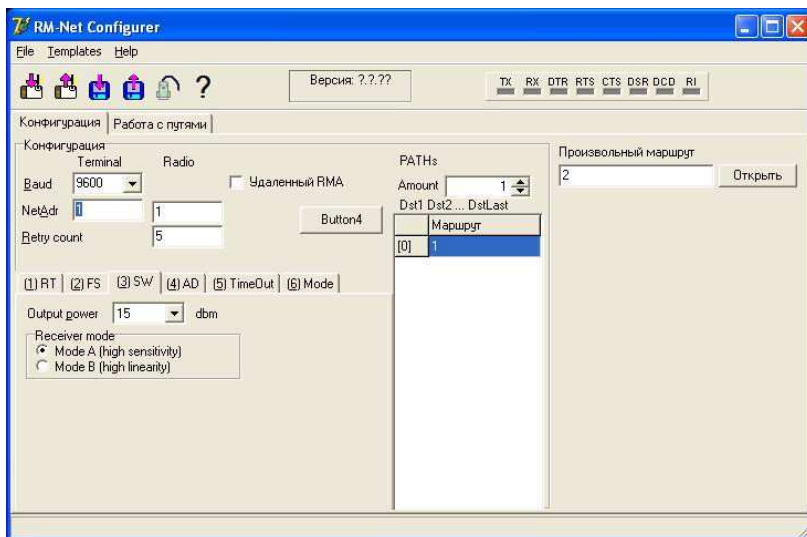

Рис. 2.3. Вкладка SW
Мощность и чувствительность устанавливаются во вкладке (3) SW (Рис. 2.3) :